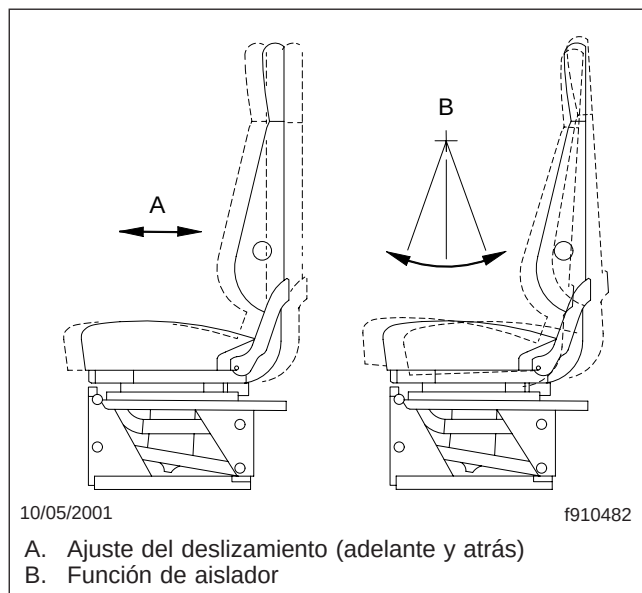

Figura 5.6, Ajuste del deslizamiento del asiento y función de aislador
1. Deslizamiento del asiento (desde atrás hacia adelante): cuando se hace este ajuste, el asiento entero se mueve hacia adelante o atrás en su carril (Figura 5.6).
2. Aislador: esta función (también conocida como aislador de golpeteo de espalda, o Chugger Snubber®) reduce la cantidad de impactos de la carretera aislando al operador del movimiento del vehículo, y permitiendo que la parte superior del asiento se mueva en un movimiento de péndulo simple. Cuando no se desee el aislador, se puede usar una función de bloqueo (Figura 5.6).